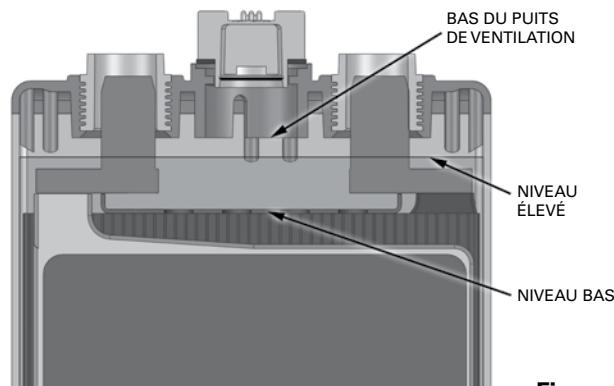

Figure 4
- Un pistolet de remplissage de batteries approuvé par HAWKER^{MD} est un outil pratique et juste qui vous aide à faire le remplissage, car il remplit jusqu'à une hauteur préselectionnée et s'éteint automatiquement ensuite. Toutefois, un grand soin doit être apporté lors de l'ajustement du pistolet pour qu'il puisse remplir les cellules jusqu'aux niveaux selon la **figure 4**, à la page suivante.
- L'eau ne doit être ajoutée à la batterie que lorsque cette dernière est près de la fin de sa charge et de l'émission de gaz. Puisque l'électrolyte est à son niveau maximal ce faisant, il est sûr que le niveau établi par l'ajout d'eau ne sera pas dépassé à un autre moment et que le débordement de l'électrolyte (inondation) ne se produira jamais. Lorsque le remplissage près de la fin ou à la fin de la charge est effectué, assez d'eau doit être ajoutée pour amener le niveau d'électrolyte entre ses limites supérieures. Voir **Figure 4** pour obtenir des détails.
Figure 4 : Esquisse montant les limites supérieure et inférieure admissibles du niveau d'électrolyte. Le marqueur de niveau élevé indique un niveau adéquat immédiatement après la charge. Le marqueur de niveau bas indique qu'un remplissage est immédiatement requis après la charge. La ligne du niveau élevé est 1/4 po sous le bas du puits de ventilation.